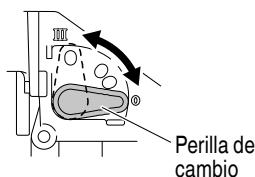

Fig. 13
- (1) Esta sierra de calar emplea el funcionamiento orbital que mueve la cuchilla hacia adelante y hacia atrás así como también hacia arriba y hacia abajo. Poner la perilla de cambio, mostrada en la Fig. 13, en "0" para minimizar el funcionamiento orbital (la cuchilla se mueve hacia arriba y hacia abajo). El funcionamiento orbital puede seleccionarse en 4 pasos, desde "0" a "III".